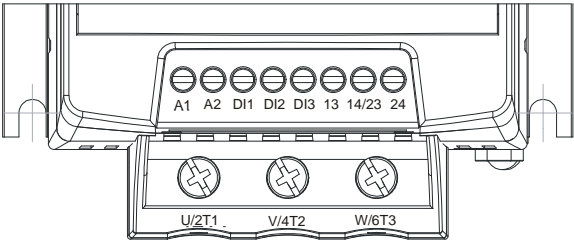

Figura 3.9 - Bornes de controle da SSW-07
3.2.7 Conexões de Sinal e Controle As conexões de controle (entradas digitais e saídas a relé) são feitas através dos bornes (consulte o posicionamento na figura 3.9).